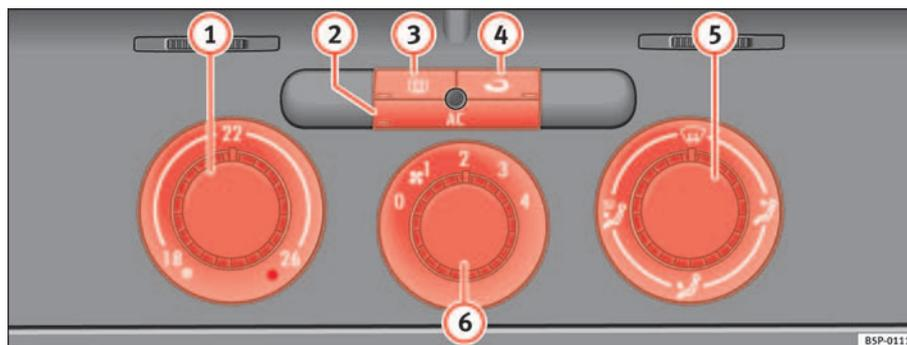

Fig. 122 Sur le tableau de bord : éléments de commande du Climatic
- Les régulateurs ⇒ fig. 122 ① et ⑤ et la commande ⑥ permettent de régler la température, la distribution de l'air et la vitesse de la turbine.
- Appuyez sur l'une des touches ②, ③ ou ④ pour activer ou désactiver la fonction correspondante. Quand la fonction est active, le rectangle situé sur le coin inférieur de la touche s'allume.
- ① Régulateur de température ⇒ page 156
② Touche **AC** – Allumer éteindre le système de réfrigération ⇒ page 156
- ③ Touche – Dégivrage glace AR Environ 20 minutes après son activation, le dégivrage s'arrête automatiquement. Vous pouvez la désactiver plus tôt en appuyant sur la touche
- ④ Touche – Recyclage de l'air ⇒ page 158
- ⑤ Régulateur de répartition de l'air ⇒ page 156
- ⑥ Commande de soufflante. Le débit d'air peut être réglé sur quatre vitesses. Lorsque le véhicule roule lentement, laissez toujours tourner la soufflante à petite vitesse. ▶
⇒ page 155, fig. 122 .